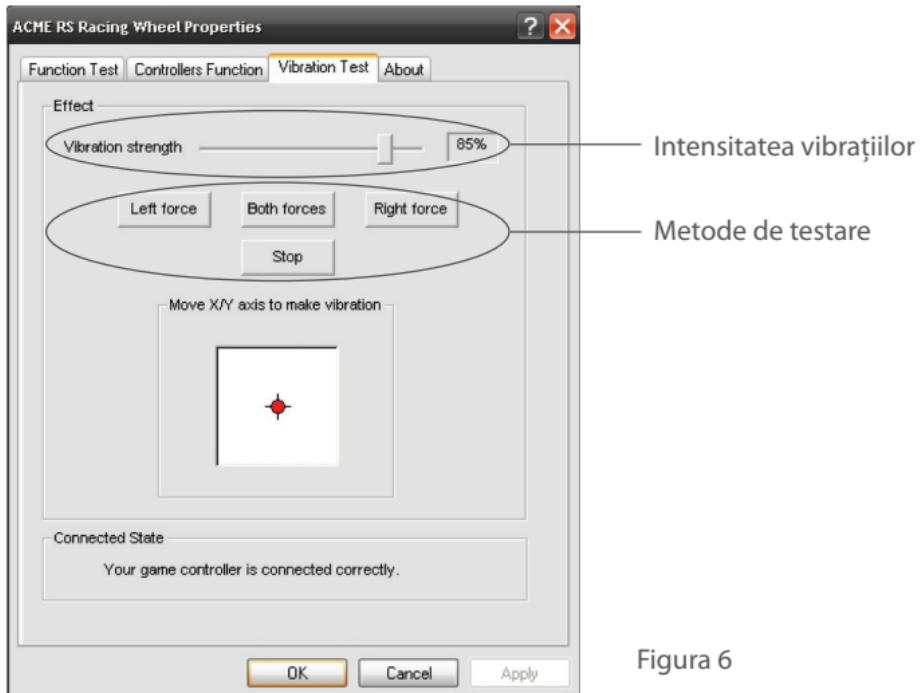

Figura 6
- Intensitatea vibrațiilor poate fi reglată la diferite grade, aşa cum este prezentat mai jos. (Consultați Figura 6 „Intensitatea vibrațiilor”)
- Metode de testare a motorului (consultați Figura 6)